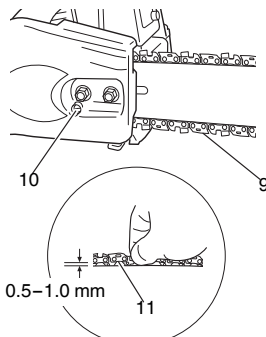

Fig. 5
7. Soulevez l'extrémité du guide-chaîne et réglez la tension de la chaîne (9) en tournant le boulon de réglage de tension (10) dans le sens des aiguilles d'une montre. Pour vérifier que la tension de la chaîne est adéquate, soulevez légèrement le centre de la chaîne. Il faut qu'il y ait alors un jeu de 0,5 à 1,0 mm entre le guide-chaîne et le bord des maillons d'entraînement de la chaîne (11). (Fig. 5, 6)